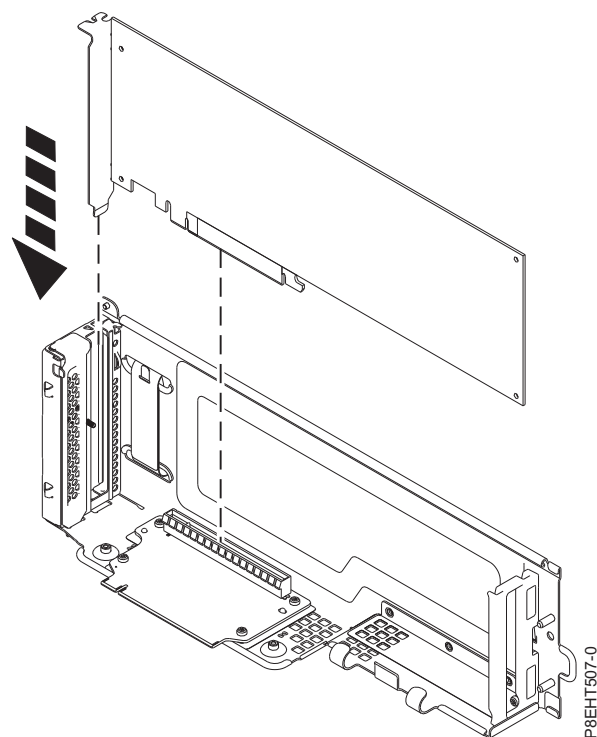

Figura 41. Inserindo o adaptador PCIe no riser PCIe
- Insira a placa no riser PCIe, alinhando-a corretamente e inserindo-a completamente no slot. Consulte Figura 41.